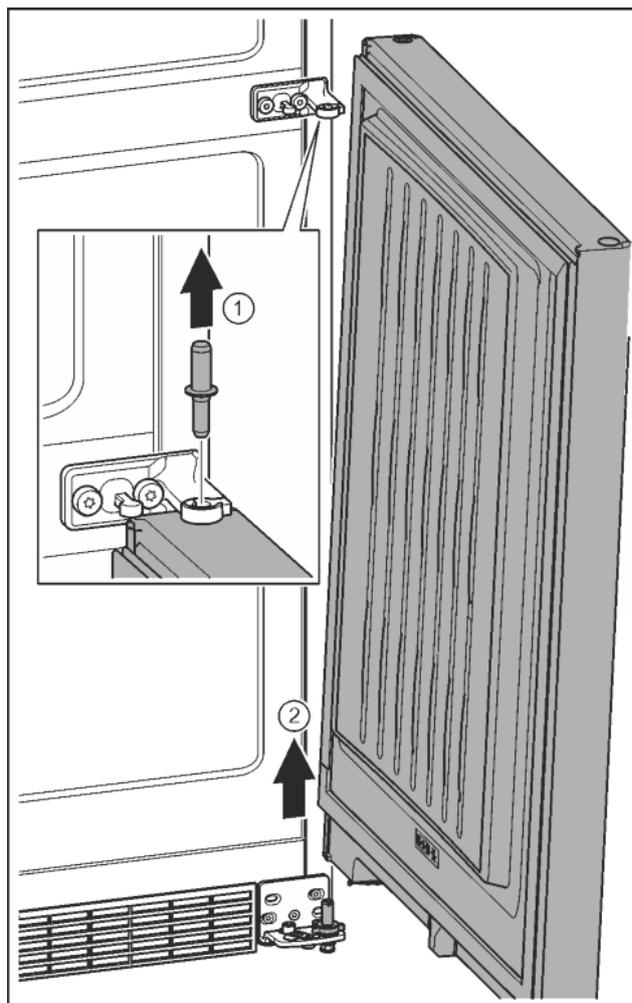

Fig. 11
- Витягніть гвинт догори. *Fig. 11 (1)*
- Відкрийте дверцята, зніміть рухом вгору та відкладіть убік. *Fig. 11 (2)*